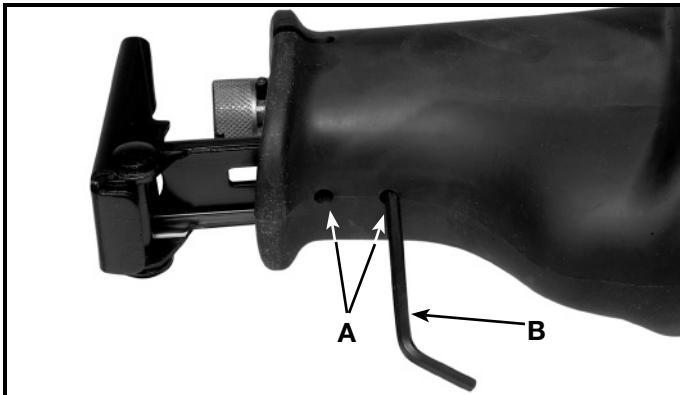

Fig. 9
La Modelo 741 girando zapato de guía es ajustado aflojando los dos tornillos del mal de ojo (con la llave inglesa suministrada) localizado en el fondo del engranaje anterior (A) Fig. 9 albergando. Afloje ambos enroscan para permitir bastante que el girando zapato de guía para mover libremente. Ajuste a la posición deseada y apriete seguramente ambos enroscan.